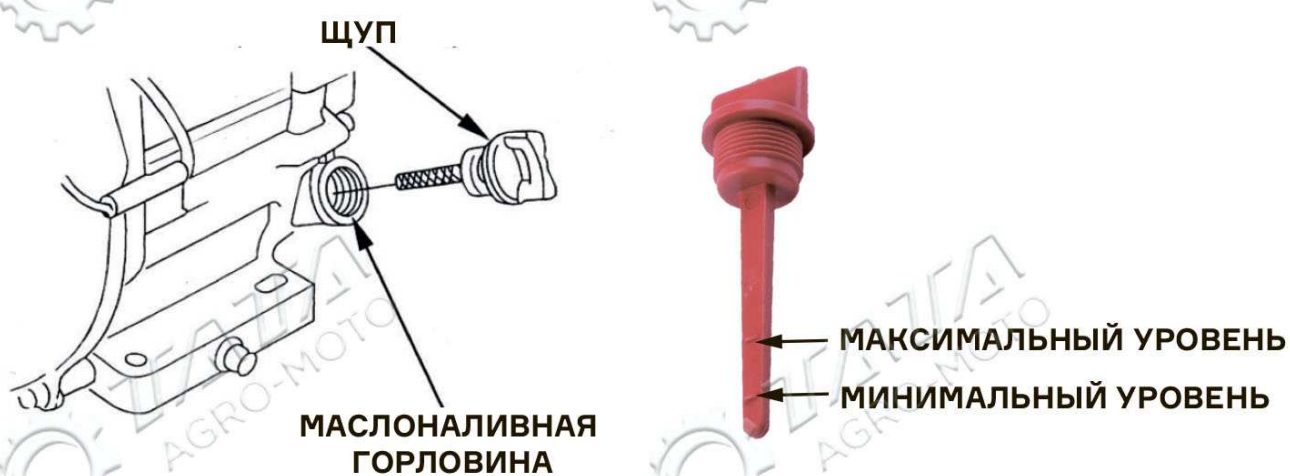

Рис. 8
- Для того чтобы проверить уровень масла, используйте щуп. Уровень масла должен быть между двумя отметками на щупе. (Рис. 8)